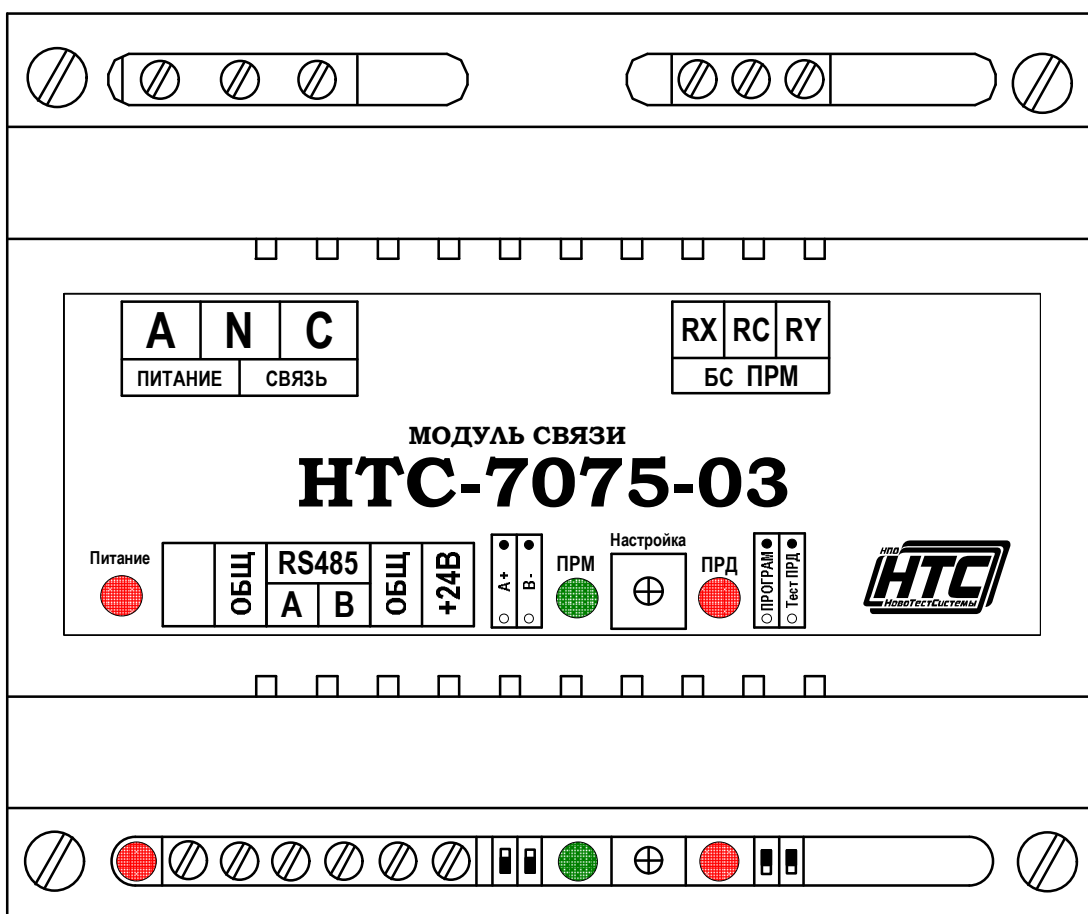

Рисунок 1. Внешний вид модуля связи НТС-7075-03.
- 1.5.1. Внешний вид модуля связи НТС-7075-03 приведен на рис. 1.